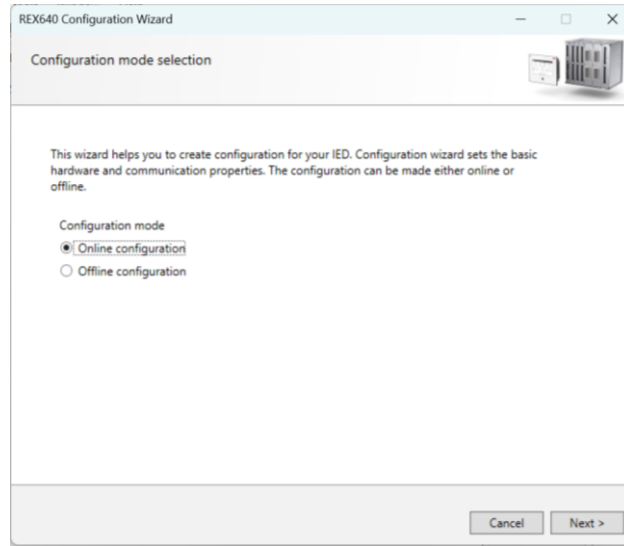

Imagen 23_Ventana de configuración para el relevador PCM600.
1.8 Ahora bien, después en la pantalla nos desglosara una ventana como la de la **Imagen 23**, donde seleccionaremos “Online Configuration” y después seleccionaremos “Next”.